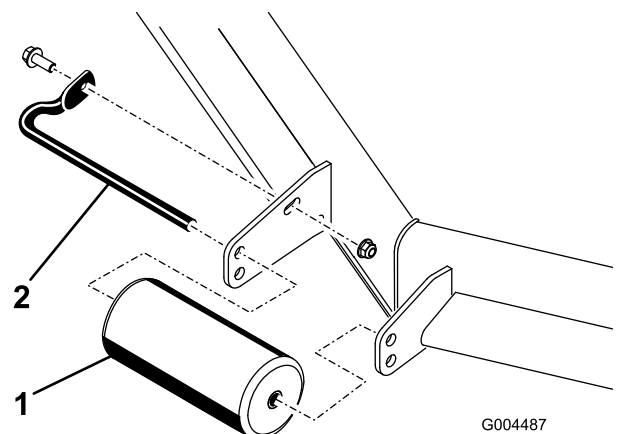

Figura 10
1. Para ajustar os rolos frontais, retire o parafusos e porca que prendem o eixo do rolo ao suporte da plataforma (**Figura 10**).